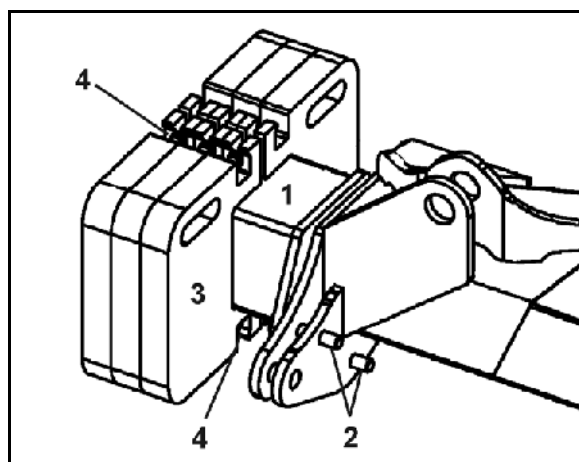

Fig. 30
1. Skru fast festerøret (Fig. 30/1) med fire skruer (Fig. 30/2) på utsiden av utliggeren.
2. Skru på to og to tilleggsveker (Fig. 30/3) på festerøret (Fig. 30/4) og sikre dem.